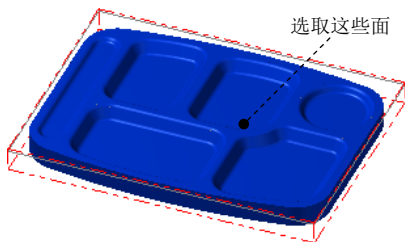

图 1.6 选取加工面
(1) 选取加工面。在图形区中选取图 1.6 所示的所有面（共 131 个面），然后按 Enter 键，系统弹出“刀具路径的曲面选取”对话框。